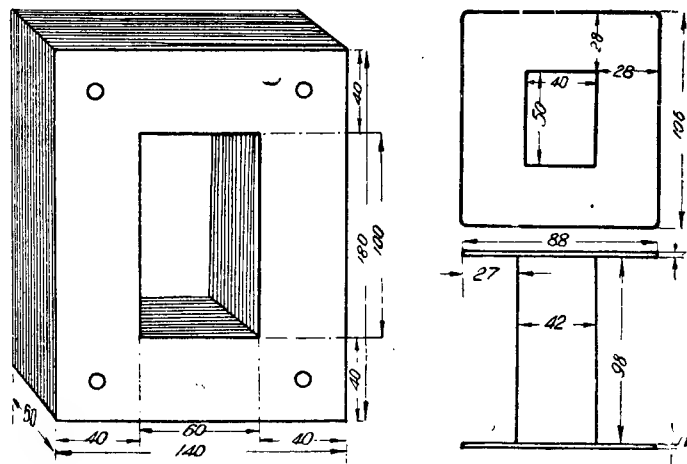

Рис. 7
Трансформатор накала выполнен на одном сердечнике с повышающей анодной обмоткой. Железо для сердечника этого трансформатора взято Г-образной формы, точные размеры железа и каркасов катушек даны на рис. 7.
- 4) оставшаяся круглая конусная поверхность служит для намотки катушек о круглым отверстием (см. рис. 7).